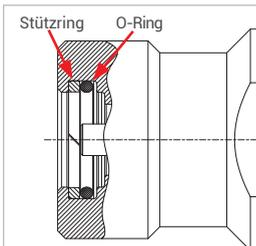

Abbildung 10
- ▶ Kontrollieren Sie vor dem Einsetzen des Nippelansatzes (Pos. 7) die beiden Dichtelemente (O-Ring und Stützring, *Abbildung 10*) auf korrekte Einbaurichtung, richtigen Sitz und Beschädigung.